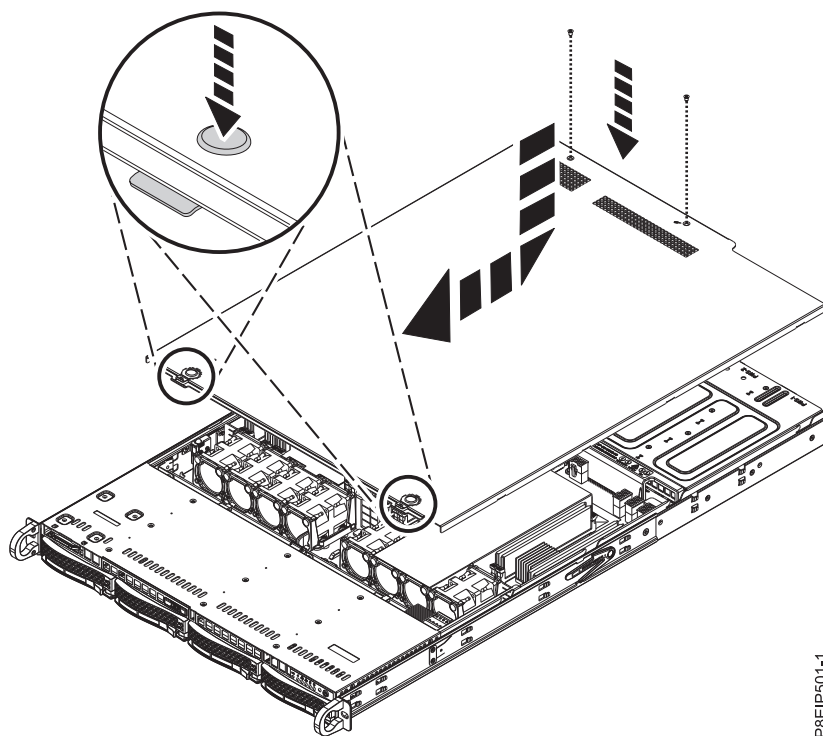

Figura 58. Substituindo e prendendo a tampa
2. Deslize a tampa para frente até que ela trave no lugar, conforme mostrado na Figura 58 na página 95.